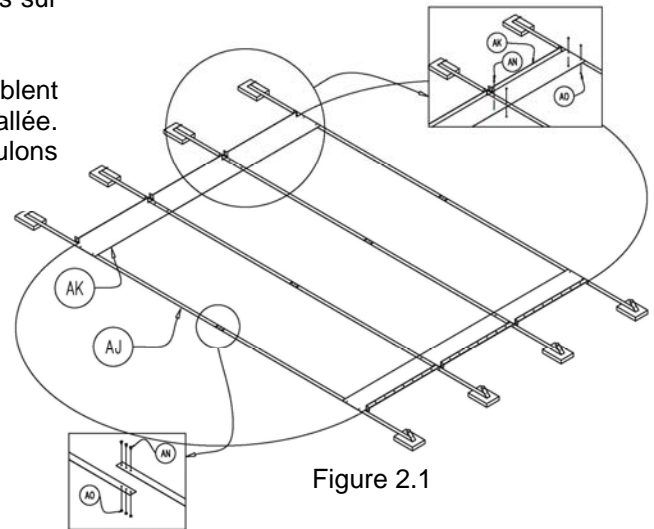

Figure 2.1
Consultez attentivement la figure 2.1 et le tableau ci bas. Assembler les 2 bandes métalliques (AJ) tel qu'illustré dans la figure 2.1, c'est-à-dire avec les 2 replis aux extrémités. Le nombre de bandes requises suivant le modèle est indiqué au tableau ci bas en fonction de la dimension de votre piscine. Placer les boulons (AN) et les écrous (AO) de la façon indiquée à la figure 2.2, en ayant soin de placer les têtes sur le dessus.